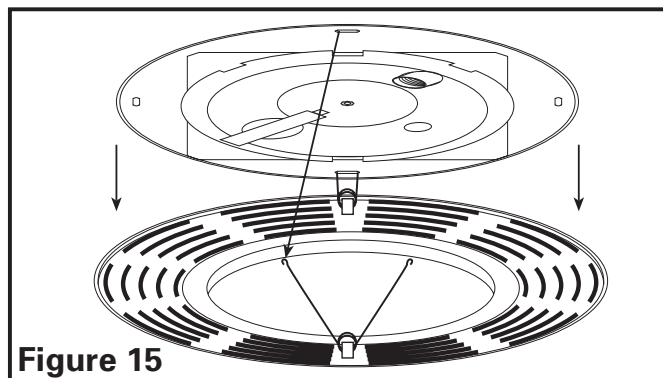

Figure 15
3. **Remplacement de l'ampoule:** Débrancher l'alimentation de l'unité. Enlever la grille en la tirant vers le bas et en pressant ensemble les ressorts de la grille pour dégager le bâti (**Figure 15**). Enlever l'ampoule et vous référer aux instructions de la **Section 6 Compléter l'installation**, pour compléter le changement d'ampoule et pour l'installation de la grille.